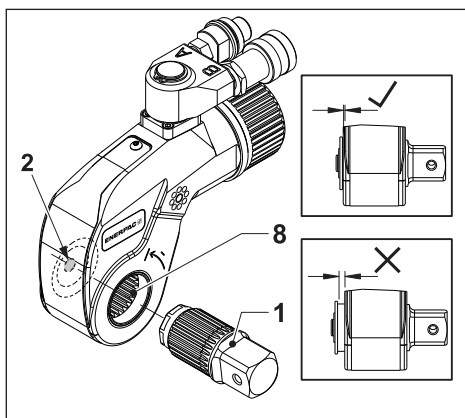

図3
3.2.1 ドライブシャフトを取り付けるには (図3)
- ドライブシャフト (1) をラチェット (8) に挿入します。
- 解除ボタン (2) を押したままにします。
- ドライブシャフト (1) を押し、所定の位置にロックされるまで回します。その後、解除ボタン (2) を放します。
3.2.2 ドライブシャフトを取り外すには (図3)
- ドライブシャフト (1) がロッキング機構から外れるまで引っ張ります。
- ドライブシャフト (1) をラチェット (8) から完全に取り外します。
3.3 ドライブ方向を選択するには (図3)